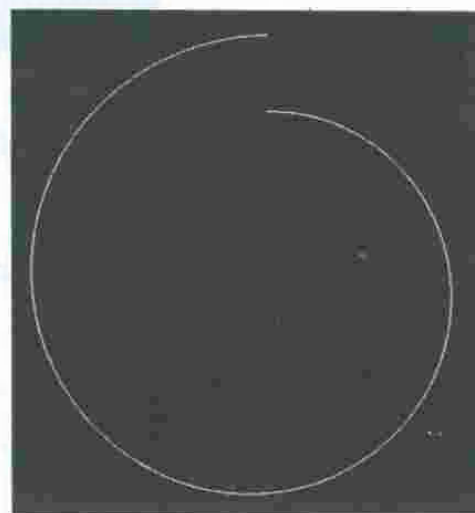
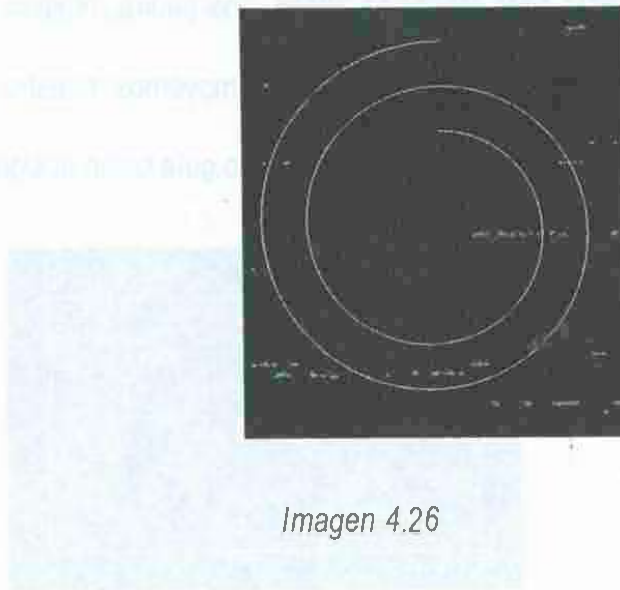

Imagen 4.25
Imagen 4.26
2. *Radius change per.* esta opción permite cambiar el ángulo final del arco, siendo el ángulo final más la suma del radio. En el siguiente ejemplo (imagen 4.25) se usa un *Swept Angle* de 360° , y un *Radius Change Per* de 30° , para crear una espiral cortada, y en la segunda imagen (imagen 4.26), uno con $720^\circ-30^\circ$, respectivamente.